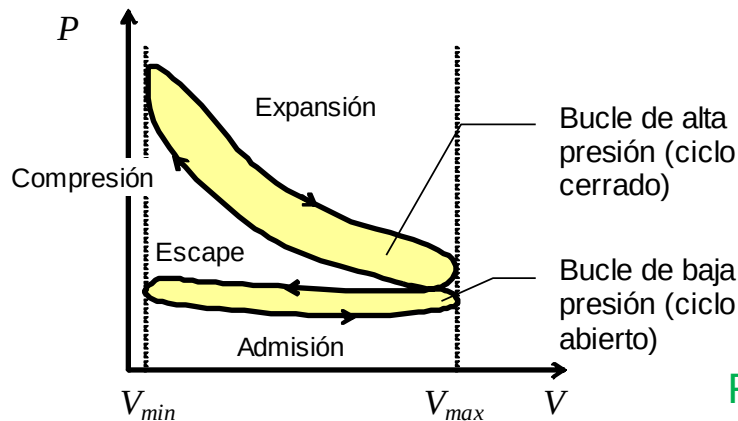

Figura 1.3
- En los motores alternativos de combustión interna el émbolo o pistón oscila entre los puntos muertos superior e inferior (PMS y PMI) distanciados la carrera l , dando lugar al volumen mínimo y máximo, véase la Figura 1.3. En dos vueltas es posible realizar un ciclo de cuatro tiempos, que es el más habitual.